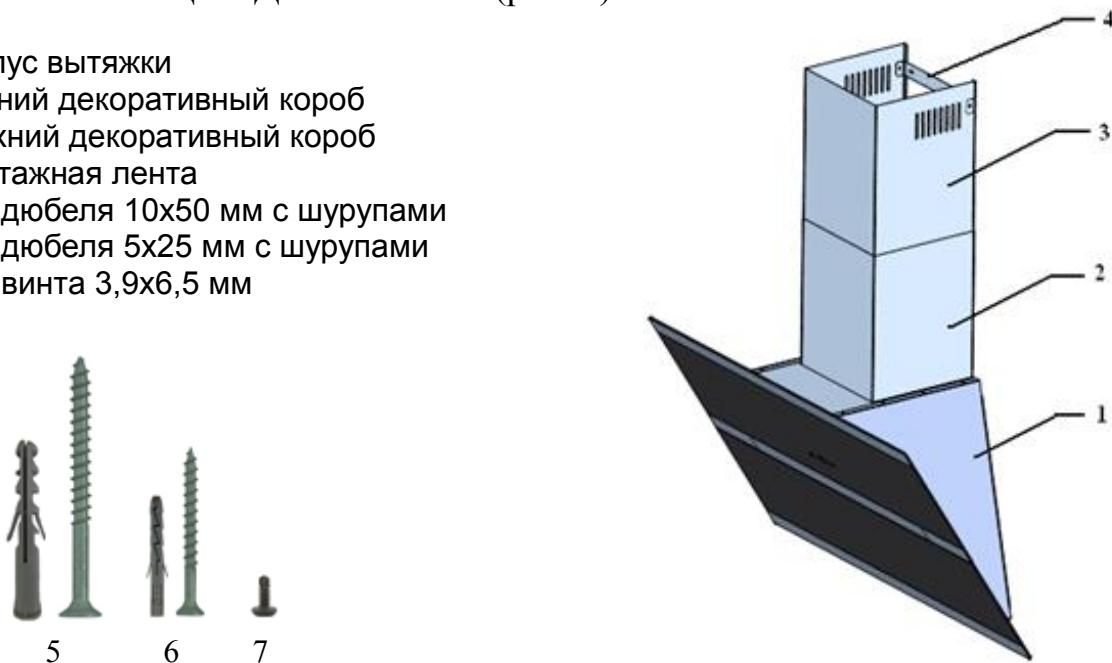

Рис. 1
## КОМПЛЕКТУЮЩИЕ ДЛЯ СБОРКИ (рис. 1)
5. Сделайте отверстия в помеченных местах с помощью сверла, соответствующего диаметром прилагаемым дюбелям с шурупами (5) (рис. 1).
1. На прикрепленную к стене вытяжку установите декоративные короба (2) и (3) (рис. 1).
2. Выдвиньте верхний короб (3) (рис. 1) на нужную высоту.
3. Отметьте на стене расположение отверстий, находящихся в верхнем коробе (3), для точной установки монтажной ленты (4) (рис. 1).
4. На выбранной высоте приложите к стене ленту (4) (рис.1) и отметьте отверстия для монтажа.
5. Просверлите отверстия в стене, используя сверло, диаметр которого соответствует прилагаемым дюбелям (6) (рис.1). Установите монтажную ленту (4) (рис.1) на стене, на отмеченной высоте.